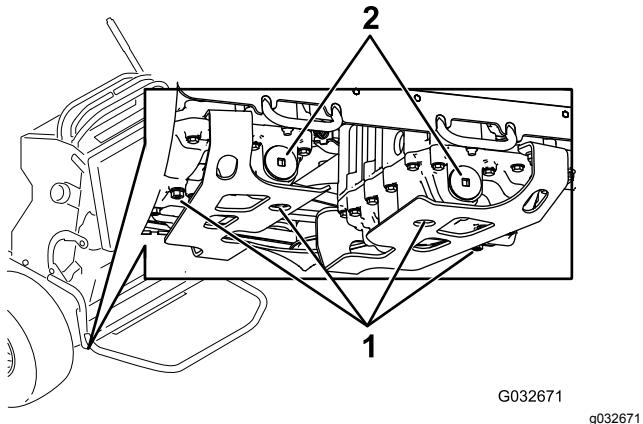

Figura 70
5. Localice el tapón de vaciado en la parte inferior de cada transmisión, y coloque un recipiente de vaciado debajo de los tapones (Figura 70).